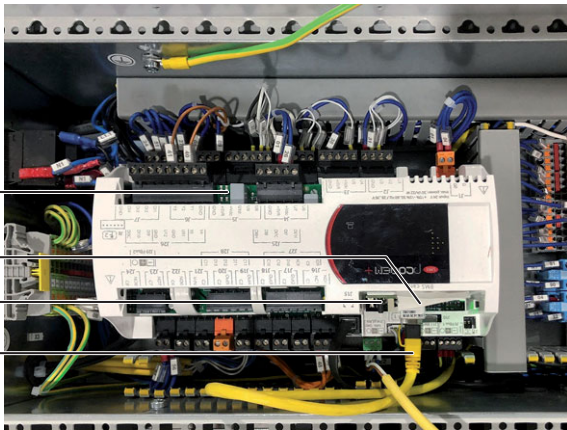

Abb. 34: pCO Web Karte
- Drücken Sie bzw. ggf. eine zweite Person die „Reset“-Taste (Abb. 34, Pos. 3) und halten Sie sie während des Bootvorgangs der Karte für ca. 10 Sekunden gedrückt, bis die Status-LED dreimal langsam blinkt.